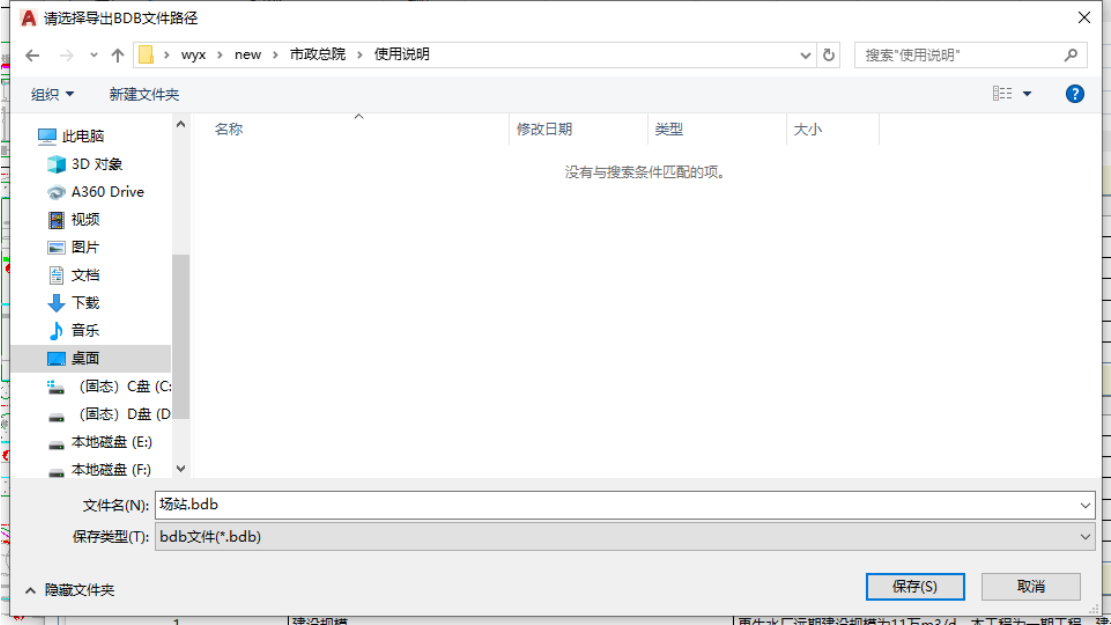

图 25
(2) 点击【导出 BDB】按钮，会弹出提示，选择输出目标文件夹，及文件名称，点击【保存】按钮后，生成最终的场站 bdb 文件（见图 25）。